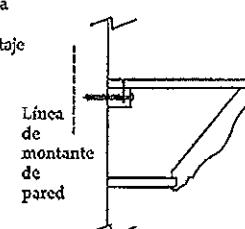

Fig. 2 Vista transversal del conjunto de repisa, pared y soporte
5) Una vez hechos los orificios previos, puede empezar a colocar los clavos. También puede agregar una pequeña línea de pegamento para madera en la parte superior del soporte si desea una instalación más fija. Una vez más, asegúrese de que la repisa está ubicada correctamente. Asegúrese además que esté bien sujetado a la pared y clavado. Consulte como referencia la fig. 1 y la fig. 2.